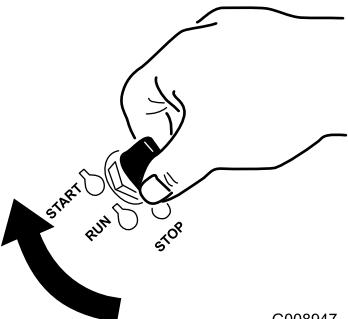

Figura 17
1. Gire la llave de contacto a la posición de ARRANQUE (Figura 17) Cuando el motor arranque, suelte la llave.